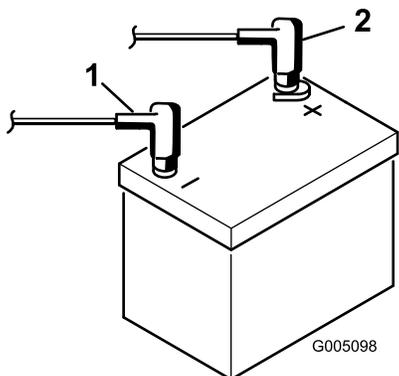

Рисунок 4
7. Подсоедините положительный кабель (красный) к положительной клемме (+), а отрицательный кабель (черный) к отрицательной (-) клемме аккумулятора и закрепите их болтами и гайками (Рисунок 4). Убедитесь, что положительная (+) клемма полностью надета на штырь и кабель плотно прикреплен к аккумулятору. Кабель не должен касаться крышки аккумулятора.